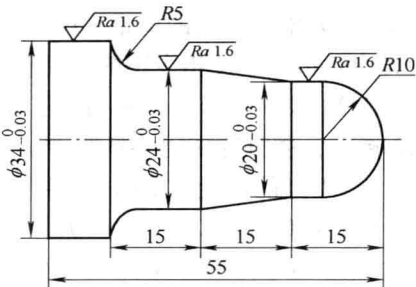

图 1-5 球面锥度轴
1) 零件图 (见图 1-5)。图 1-5 所示零件的毛坯为 $\phi 36\text{mm}$ 棒料, 工件材料为尼龙, 生产数量为小批量生产。试编制工件的加工程序并加工。
- ①车端面 (手动)。
- ②外圆粗车, 循环切削。
- ③外圆精车, 循环切削。
- ④切断。